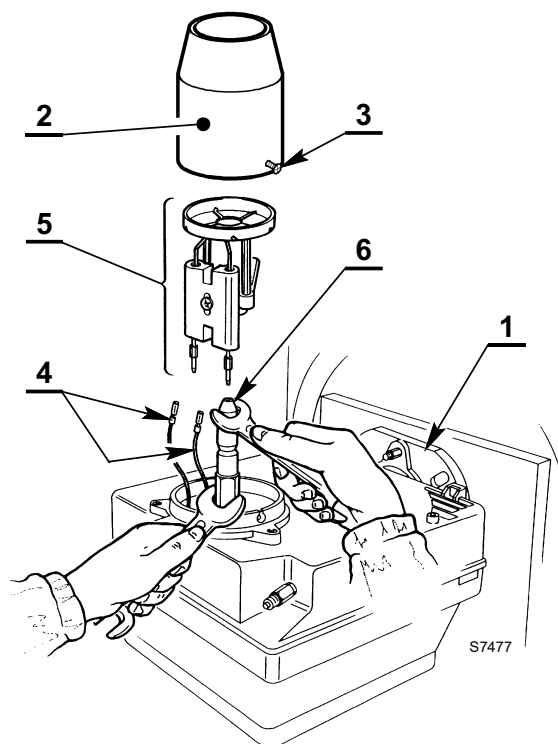
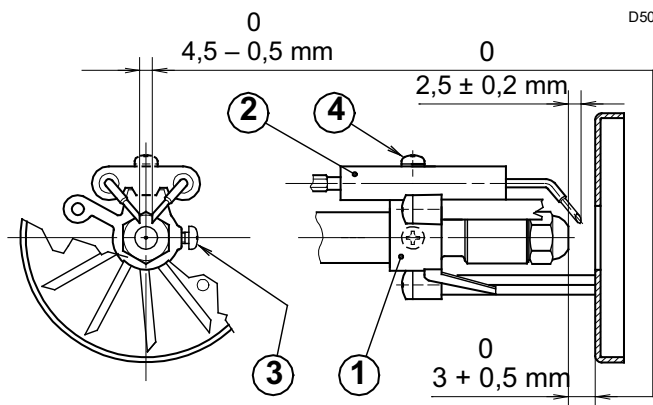

Fig. 12
Fig. 15
- Accrocher le brûleur à la bride (1), enlever le gueulard (2) après avoir desserré les vis (3).
- Débrancher les câbles (4) des électrodes, enlever de la ligne porte gicleur le support de l'accroche flamme (5) après avoir desserré la vis (3).
- **Visser correctement le gicleur (6) en le serrant comme indiqué en Fig. 12.**
- Changer le gicleur, (Fig. 12, à la page 9) et contrôler si les électrodes sont placées correctement (Fig. 15, à la page 10).